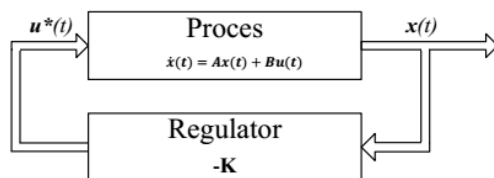
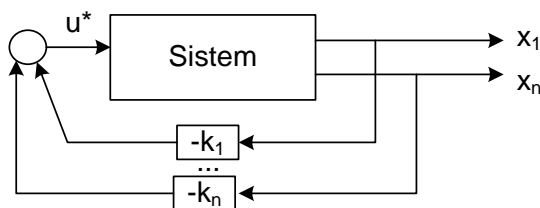

FIGURA 1. SCHEMA BLOC A SISTEMULUI CU REACȚIE DE LA STARE
FIGURA 2 SCHEMA BLOC A SISTEMULUI ÎNCHIS
Implementarea unui regulator LQR, într-un sistem cu reacție de la stare este prezentată în Figura 1.
**Exemplu:** Pentru un sistem cu o singură variabilă de comandă ( $m=1$ ), referință 0 și condiții inițiale nenule, schema bloc de stabilizare a sistemului este prezentată în Figura 2. Dacă sistemul are  $n$  variabile de stare,  $\mathbf{x}(t) = [x_1(t) \dots x_n(t)]^T$ , matricea de reacție de la stare  $\mathbf{K}$  va avea dimensiunea  $1 \times n$ , și variabila  $u^*(t)$  va avea expresia:
- 1.4. Simulați evoluția sistemului cu reacție de la stare din condițiile inițiale alese la punctul 1.1 și cu regulatorul **K** calculat anterior, după schema bloc din Figura 1 sau Figura 2. Reprezentați grafic evoluția stărilor și a comenzii. Simularea poate fi realizată într-una din următoarele variante, sau altele, la alegere: